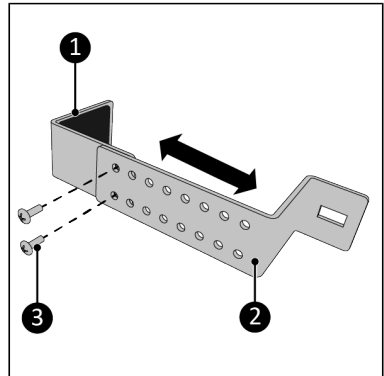

Abbildung 111.
3. Verschrauben Sie das Oberteil (Abbildung 111, Pos. 1) und das Unterteil (Abbildung 111, Pos. 2) mit zwei M5 x 10 mm Schrauben (Abbildung 111, Pos. 3). Stellen Sie sicher, dass die Breite etwas größer ist als die Breite des Fensterrahmens.